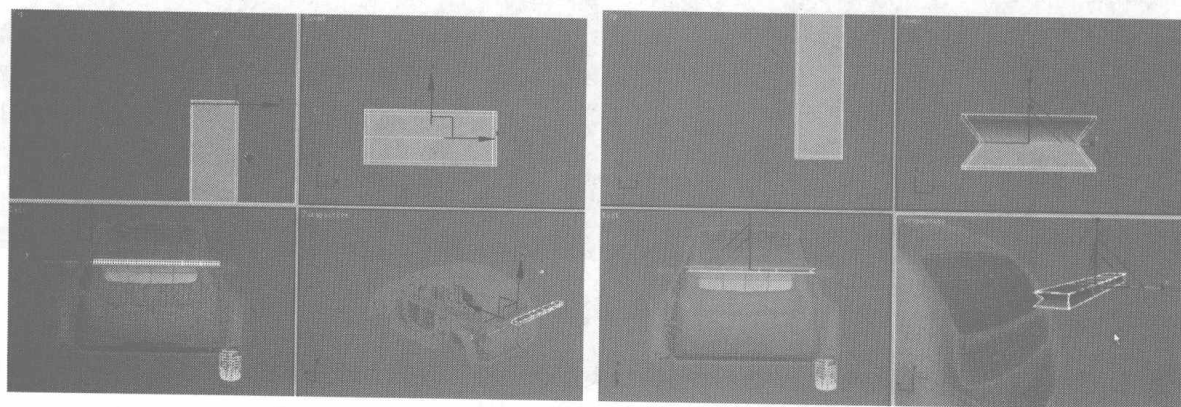
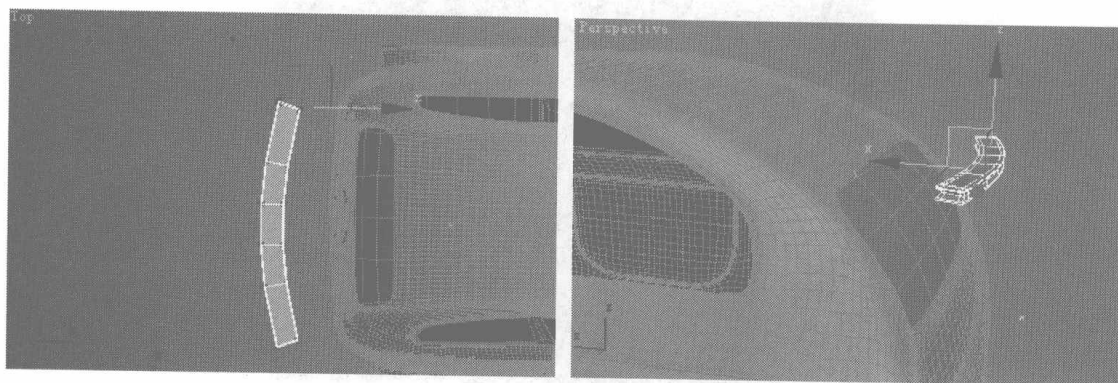

图 7.213
图 7.214
- 27 将曲线的位置调整到图 7.213 所示的位置。然后调整节点的位置，并将模型移动到合适的位置，如图 7.214 所示。